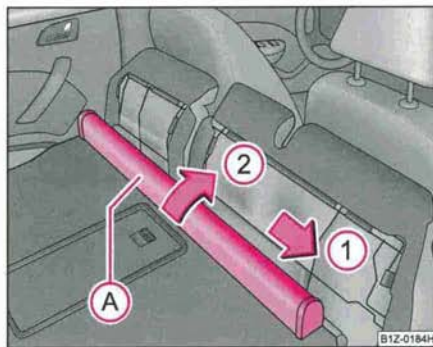

Fig. 89 Sièges AR:
- Poussez le boîtier (A) ⇒ fig. 89 du filet de séparation en direction de la flèche (1) et sortez-le de l'appui du dossier en direction de la flèche (2).